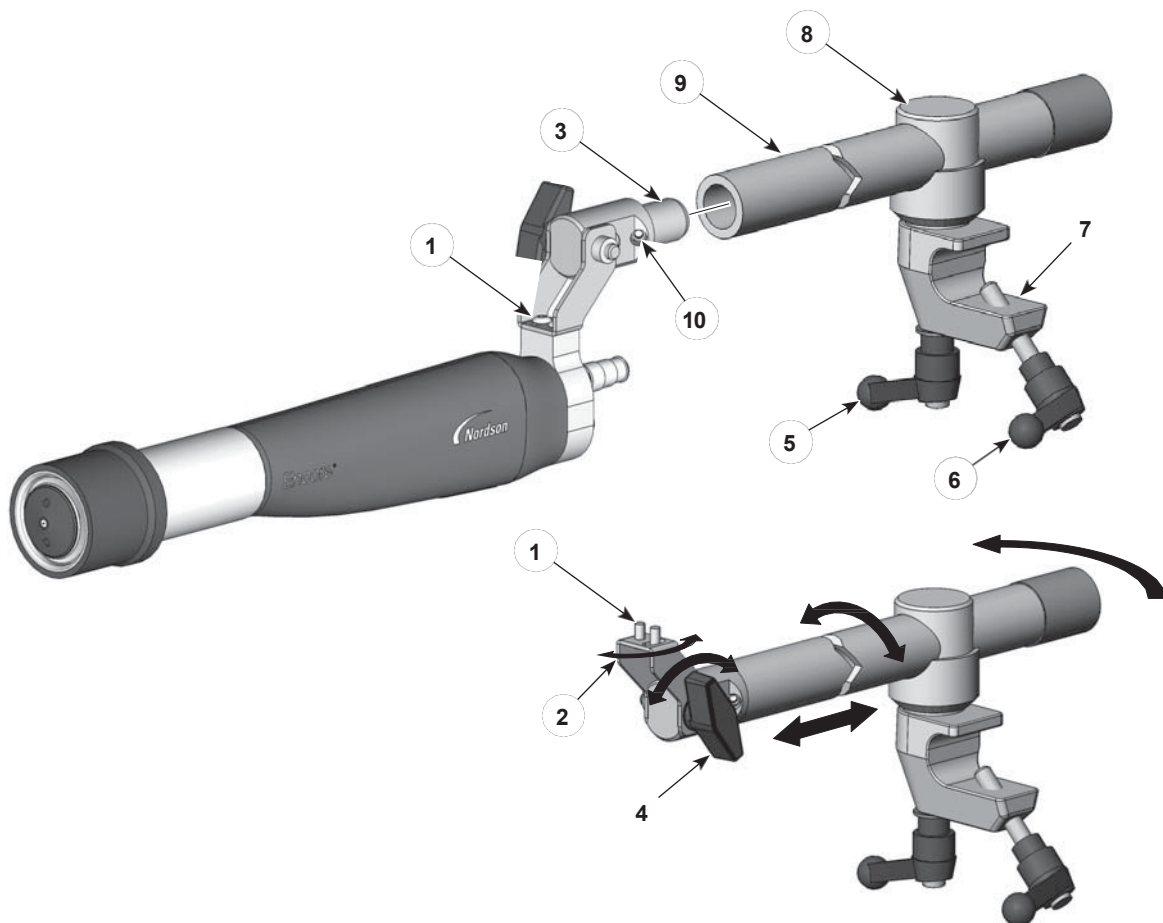
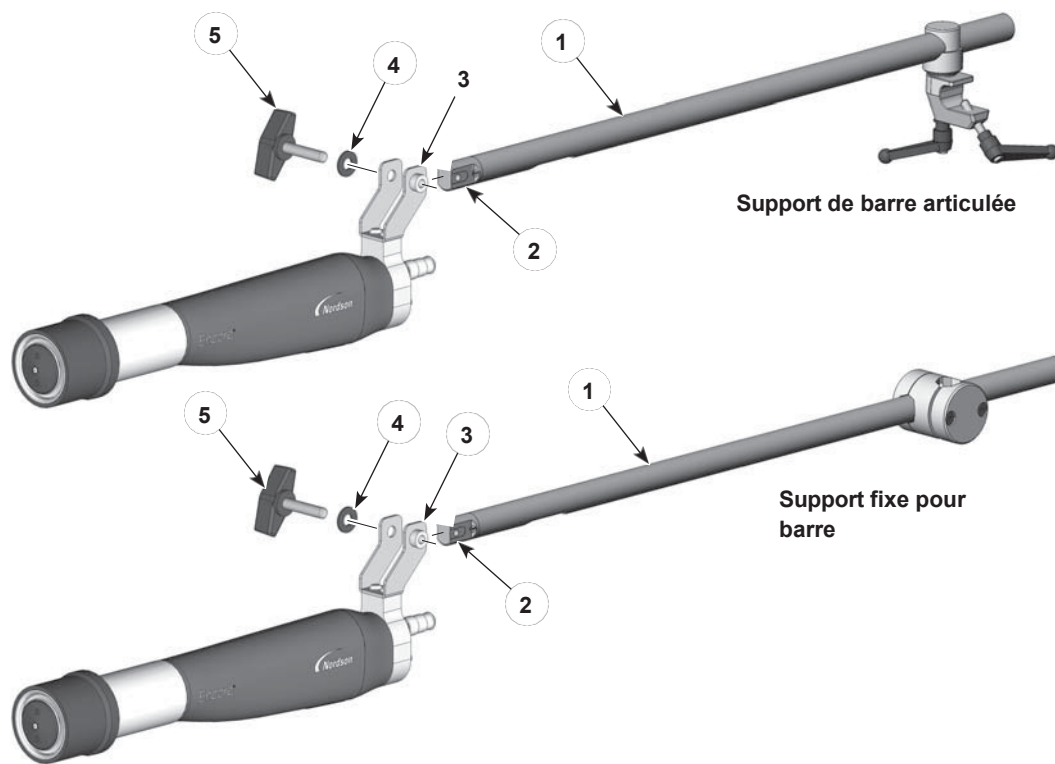
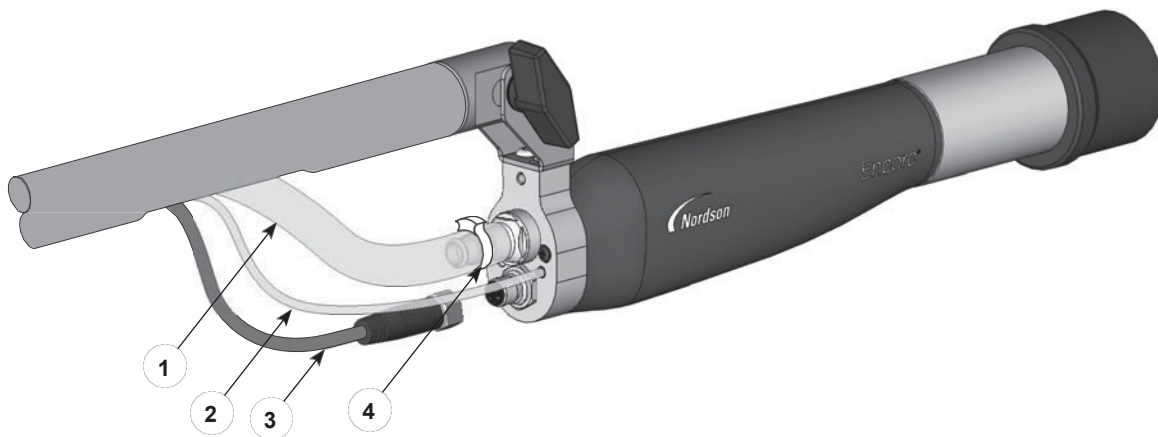

Figure 3 Montage standard du pistolet articulé sur barre d'
Figure 4 Kits de fixation pour barres de pistolet en option pour l'
Figure 5 Connexions de l' du pistolet
1. Voir la figure 3. Installez l'adaptateur tubulaire (3) à l'extrémité de la tige de réglage (9) et fixez-le en serrant la vis de réglage (10) à l'aide d'une clé hexagonale de 4 mm.
- Pour déplacer la pointe du pistolet d'un côté à l'autre, desserrez la vis à bouton droit (1).
- Pour incliner la pointe du pistolet vers le haut ou vers le bas, desserrez le bouton d'inclinaison (4).
- Pour faire pivoter la tige de réglage ou la faire coulisser vers l'avant ou vers l'arrière, desserrez la poignée de verrouillage (5).
2. Positionnez la pince (7) sur une barre de montage de 1 pouce et serrez la poignée de la pince (6).
3. Regroupez le tuyau de poudre, le tuyau d'air de rinçage des électrodes transparent de 4 mm et le câble du pistolet, puis fixez-les à la tige de réglage à l'aide de bandes Velcro Nordson. Connectez-les au pistolet pulvérisateur comme indiqué à la figure 5.
Voir la figure 4. Ces kits de fixation pour pistolet en option sont équipés de tiges de réglage à grand diamètre intérieur (1) permettant de faire passer le tuyau de poudre, le tuyau d'air et le câble du pistolet. L'adaptateur de tuyau (2) fourni avec le pistolet pulvérisateur ne peut pas être utilisé avec ces kits. Il doit être remplacé par l'adaptateur de tuyau fourni avec les kits.
1. Dévissez et retirez le bouton et la rondelle (5, 4) du support de montage du pistolet (3).
3. Glissez l'extrémité de l'adaptateur de tube en option (2) dans le support de montage du pistolet et alignez le trou à l'extrémité de l'adaptateur de tube avec les trous du support de montage du pistolet.
5. Voir la figure 5. Tirez (dans l'ordre suivant) le câble du pistolet, le tube de purge d'air de 4 mm pour électrode transparente et le tuyau de poudre à travers le tube de montage d'extrémité et hors de la découpe. Connectez-les au pistolet pulvérisateur comme indiqué sur la figure 5.